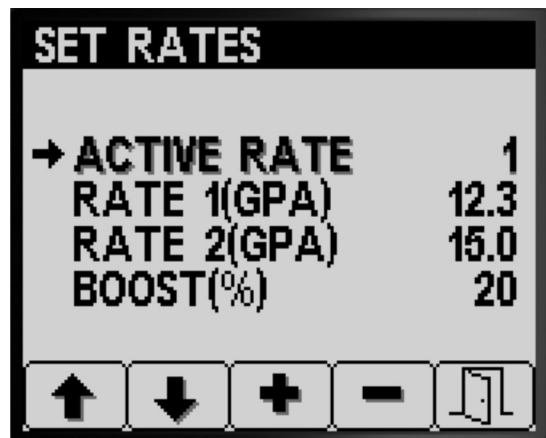

Figura 5
1. Apăsai butonul 1 sau 2 pentru a naviga la opțiunea ACTIVE RATE (rată activă) (Figura 5).
2. Apăsai butonul 4 pentru a selecta intrarea ACTIVE RATE (rată activă) (Figura 5).
3. Apăsai butoanele 3 sau 4 pentru a seta rata activă programată la RATE 1 (rată 1) sau RATE 2 (rată 2) (Figura 5).